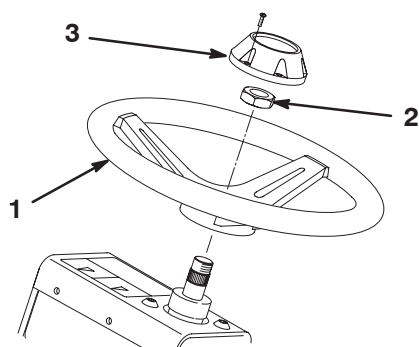

Figure 7
- Fixez le volant sur l'arbre avec l'écrou de blocage (Fig. 7) et serrez-le à 27–35 Nm.
- Fixez le couvre-moyeu au volant avec la vis (Fig. 7).